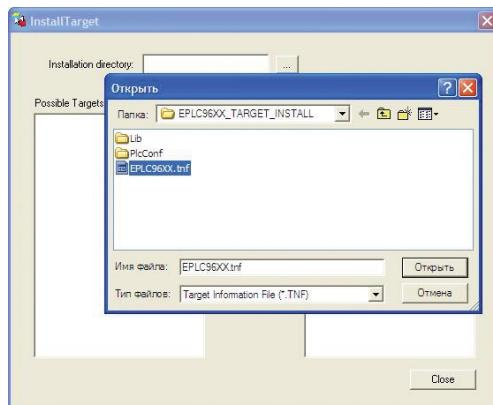

Рисунок 15.4 - добавление файла целевой платформы в утилиту «Install Target»
- 5) Выбрать файл «EPLC96XX.tnf» (см. Рисунок 15.4)